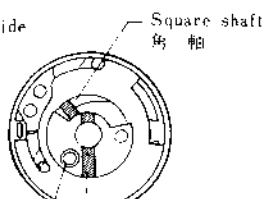

Fig. 97
97. Insert 4228 into the spring hole (Fig. 97) at an optional shutter dial position, and position the curved groove of 2009 as shown in Fig. 97.
97. 任意のシャッターダイヤル位置にてスプリング穴（Fig. 97）に4228を入れ、2009の折り曲げ溝をFig. 97の位置にする。